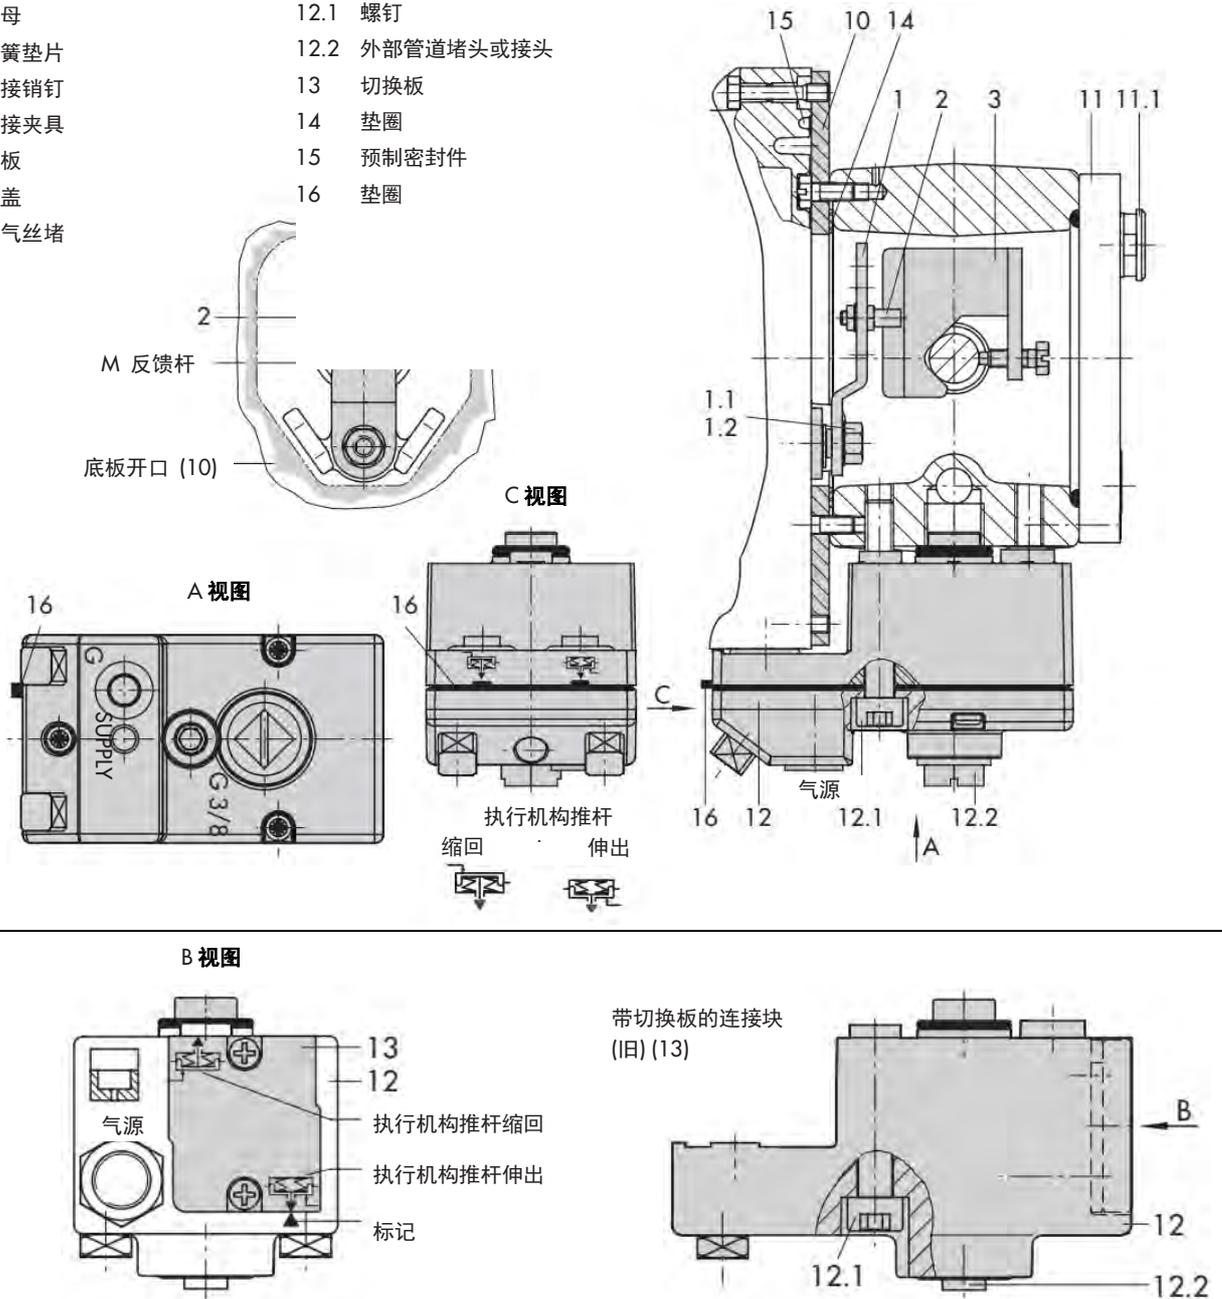

图7：直接装配连接 - 有效膜片面积175至750 cm²的3277 型执行机构信号压力连接
有效膜片面积为 175 至 750 cm² 的执行机构 (见图7)
1. 将连接夹具 (3) 放置在执行机构推杆上，对齐并拧紧，使安装螺钉滑入执行机构推杆的插槽中。
2. 安装底板 (10)，使开口的窄侧 (左侧图7) 指向信号压力连接方向。请确保垫圈 (14) 指向执行机构支架方向。
3. 对于有效膜片面积355、700或750 cm²的执行机构，将定位器背部 **M** 反馈杆 (1) 上的连接销钉 (2) 从销钉位置 **35** 上拆下，然后将其重新放置在销钉位置 **50** 的孔口中并用螺钉固定。
4. 将预制密封件 (15) 插入到定位器外壳的插槽中。
5. 将定位器置于盖板上，使连接销钉 (2) 位于连接夹具 (3) 的顶部。相应地调节反馈杆 (1)，然后打开定位器护盖以将定位器传动轴固定在护盖或旋转按钮位置上。反馈杆 (1) 必须位于加有弹簧力的连接夹具上方。使用两个固定螺钉将定位器安装在底板 (10) 上。
6. 确保从连接块侧突起的垫圈 (16) 尖端位置与执行机构的故障-安全动作"执行机构推杆伸出"或"执行机构推杆缩回"的执行机构符号匹配。如果情况并非如此，则旋松三颗紧固螺钉，并取下护盖。转动垫圈 (16) 180°并将其重新插入。
旧连接块型号 (图 7, 底部) 需转动开关板 (13) 以将执行机构符号与箭头标记对齐。
7. 将连接块 (12) 和相应密封件固定在定位器和执行机构支架上，然后使用螺钉 (12.1) 加以紧固。对于故障-安全动作作为"执行机构推杆缩回"的执行机构，另需拆下堵头 (12.2) 并安装外部信号压力管。
8. 在另一侧安装护盖 (11)。安装控制阀时，请确保排气丝堵位于底部，以使收集到的冷凝水顺利排出。